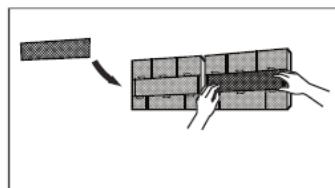

fig. 19 -
4. Retirez le filtre purificateur d'air à l'arrière du filtre principal ("fig. 19 -") et nettoyez-le avec un aspirateur.